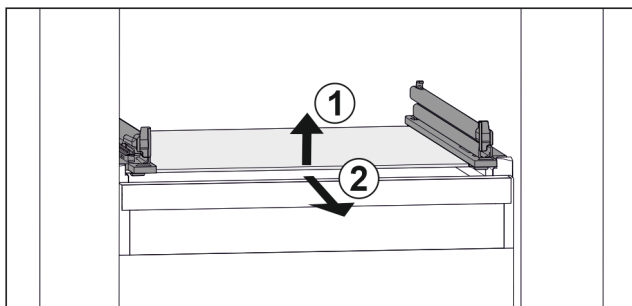

Fig. 100 Przykładowa prezentacja płyty szklanej
- ▶ Unieść płytę szklaną z przodu. Fig. 100 (1)
- ▶ Wyjąć płytę szklaną do przodu. Fig. 100 (2)